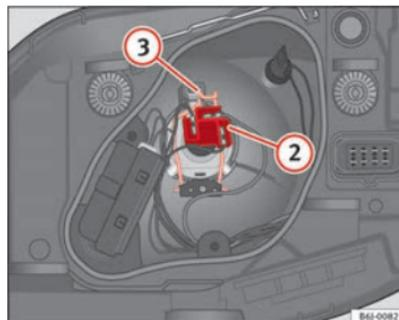

Fig. 156 Luz de cruce/carretera faro simple
- Extraiga el conector ⇒ fig. 156 ② de la lámpara.
- Desenganche el resorte retentor ⇒ fig. 156 ③ presionándolo hacia dentro y a la derecha.